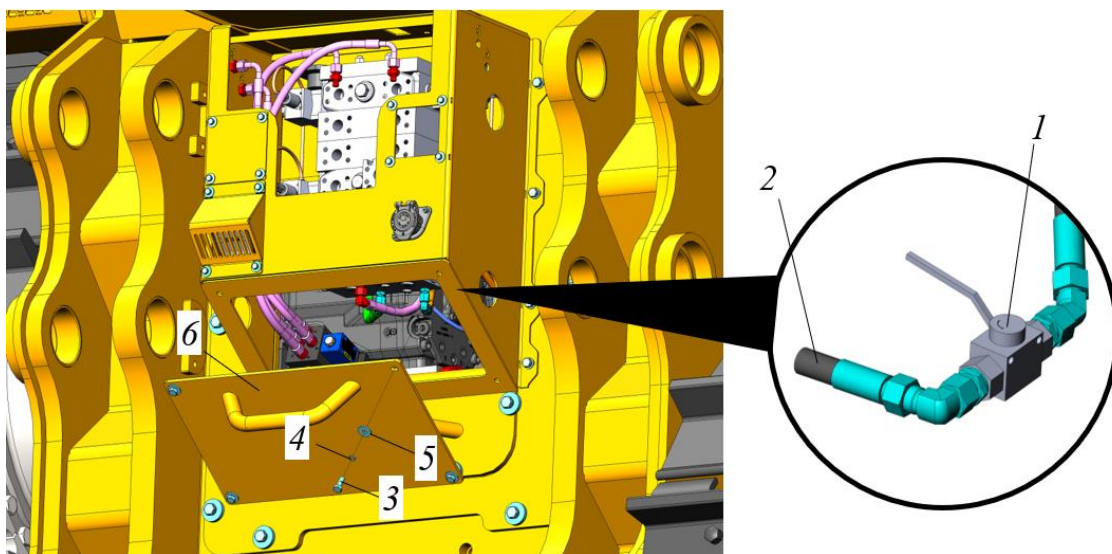

Рисунок 5.52. Сливной кран топливного бака
Кран для слива отстоя (конденсата) 1 выведен с топливного бака в корпус кожуха, см. рис. 5.52.
- ▶ Ключом  на 17 выкрутить четыре болта поз. 3 с шайбами поз. 4 и 5, снять крышку кожуха поз. 6, рис. 5.52.